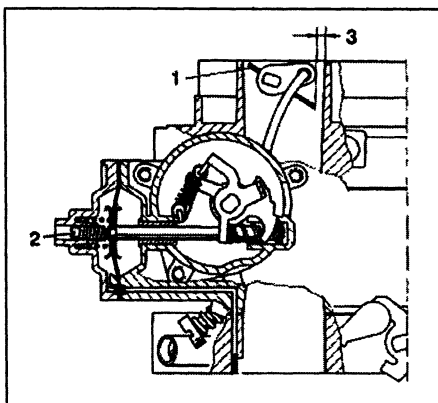

Рис. 4.19 Регулировка привода пускового устройства
- 19 Приоткройте дроссельную заслонку и полностью закройте воздушные заслонки (рис. 4.19).